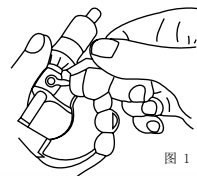
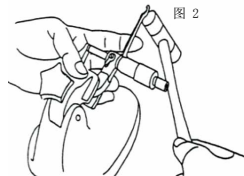

图 1
图 2
- 校准误差为小于或等于 $\pm 0.01\text{ mm}$ (图1和图2)